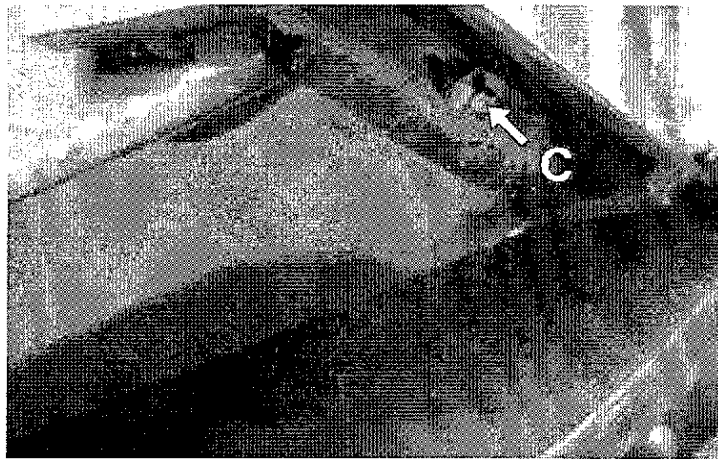

fig.34
- Ogni 20 ore di lavoro, ingrassare gli snodi del telaio attraverso gli ingrassatori C (fig.34 e 35) e l'ingrassatore supporto disco andanatore C (fig.35/1).
- Every 20 work hours, grease the frame swivels by means of the grease nipples C (fig.34 and 35) and tier disk support lubricator C (fig.35/1).
- (F) Toutes les 20 heures de travail, il faut graisser les articulations du châssis au moyen des graisseurs C (fig. 34 et 35) et le graisseur du support du disque andaineur C (fig.35/1).
- Cada 20 horas de trabajo, engrasar las articulaciones de la estructura mediante los engrasadores C (fig.34 y 35) y el engrasador del disco hilerador C (fig.35/1).
- Die Gelenkpunkte des Maschinengestells alle 20 Betriebsstunden anhand der Schmiemipfel C (Abb. 34 und 35) und die den Schmiemipfel C (fig.35/1) der Halterung der Schichtscheibe schmieren.